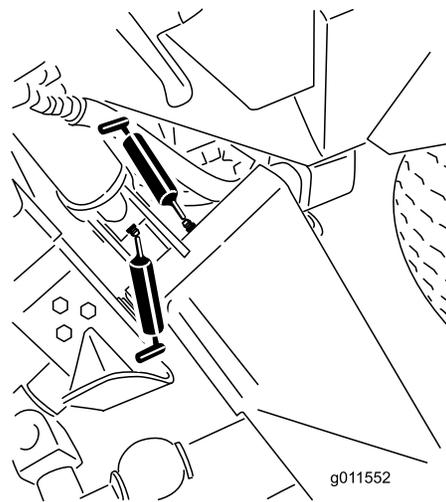
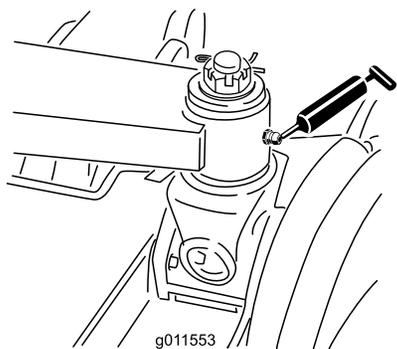

Рисунок 48
Рисунок 49
- Втулки главных подъемных рычагов (6 шт.) (Рисунок 48 и Рисунок 49)